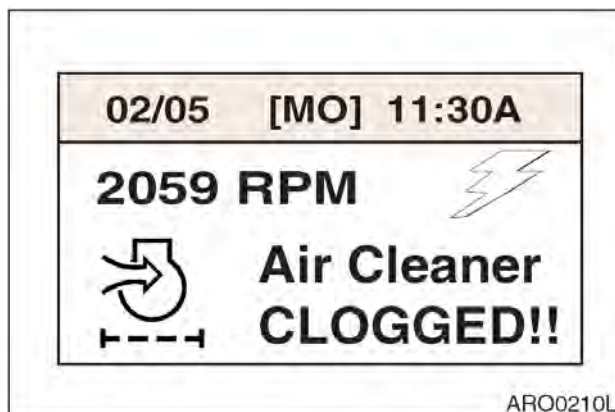

Рис. 60
**ПРИМЕЧАНИЕ:** См. рис. 60 - 62.